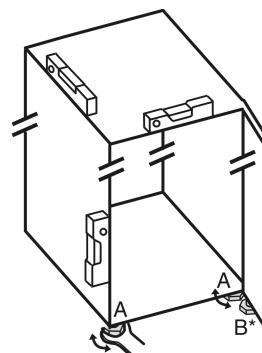

Fig. 4
- Vyskrutkujte nastaviteľné nohy Fig. 4 (A) priloženým vidlicovým klúčom a pomocou vodováhy, kým zariadenie nebude pevne a stabilne vyrovnané.
- Vyskrutkujte nastaviteľnú nohu Fig. 4 (B) na ložiskovej konzole priloženým vidlicovým klúčom, kým nebude dosadať na podlahu.
- Otočte nastaviteľnú nohu Fig. 4 (B) ďalej o 90°.